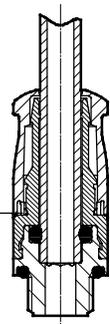

图 3
- 4) 将套筒尽可能推到夹紧单元限位 [7] 处，直到听到“嘀嗒”声音，套筒 [4] 被卡住。关闭后的套筒将夹紧单元推向并夹紧气管，保持住气管位置。(→ 图 3)